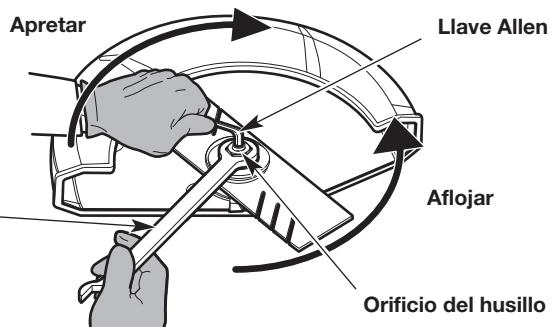

Fig. 12
- Coloque una llave de 15/16 pulgadas sobre la contratuerca (Fig. 12).
- Inserte una llave Allen de 5/16 pulgadas en el orificio del husillo (Fig. 12).
- Mientras sujetla la llave Allen en su lugar, afloje la contratuerca girándola en sentido antihorario con la llave (Fig. 12).
- Coloque la llave sobre la contratuerca (Fig. 12).
- Inserte la llave Allen en el orificio del husillo (Fig. 12).
- Mientras sujetela la llave Allen en su lugar, apriete la contratuerca girándola en sentido horario con la llave (Fig. 12). Cerciórese que la cuchilla de la bordeadora quede plana y centrada en relación con el eje de salida cuando apriete la contratuerca. Apriete la contratuerca hasta que la cuchilla de la bordeadora esté firmemente fijada.